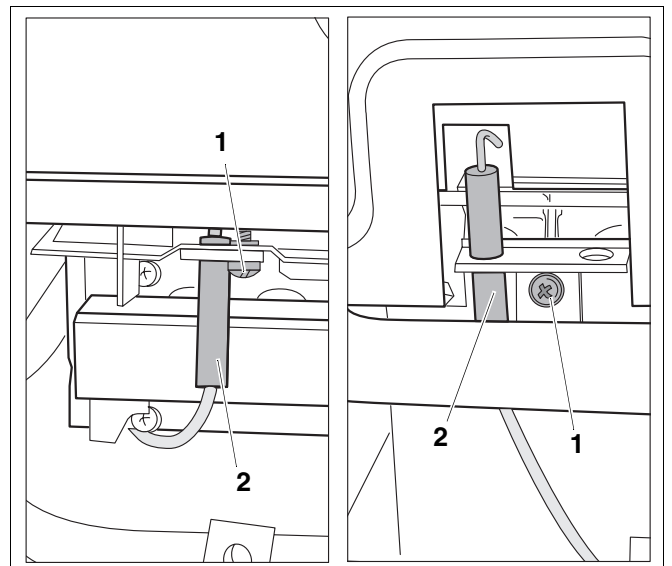

Fig. 28 Schimbarea electrodului de ionizare - stânga la U002/U004 și dreapta la U102/U104
- Se desface șurubul de fixare (Fig. 28, Poz. 1) și se scoate electrodul de ionizare (Fig. 28, Poz. 2).